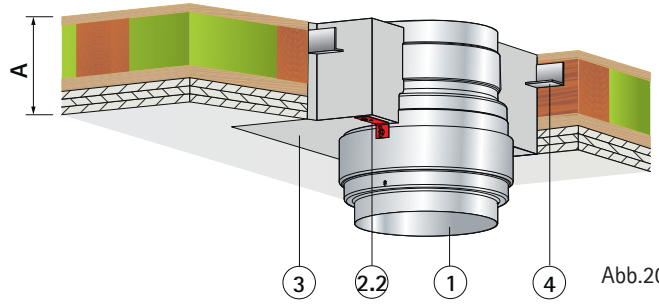

Abb.20
7. Brandschutzklappe mit dem Befestigungswinkel bei Einbau auf der Geschossdecke bündig auf der Oberkante der Decke positionieren, bei Einbau unter der Geschossdecke, Befestigungswinkel bündig auf der Unterkante der Decke positionieren (Abb.20 (2.1), Abb.21 (2.2)), Verschraubung bei Bedarf. Wand - / Deckenbündiger Schenkel kann bei Platzmangel gekürzt werden